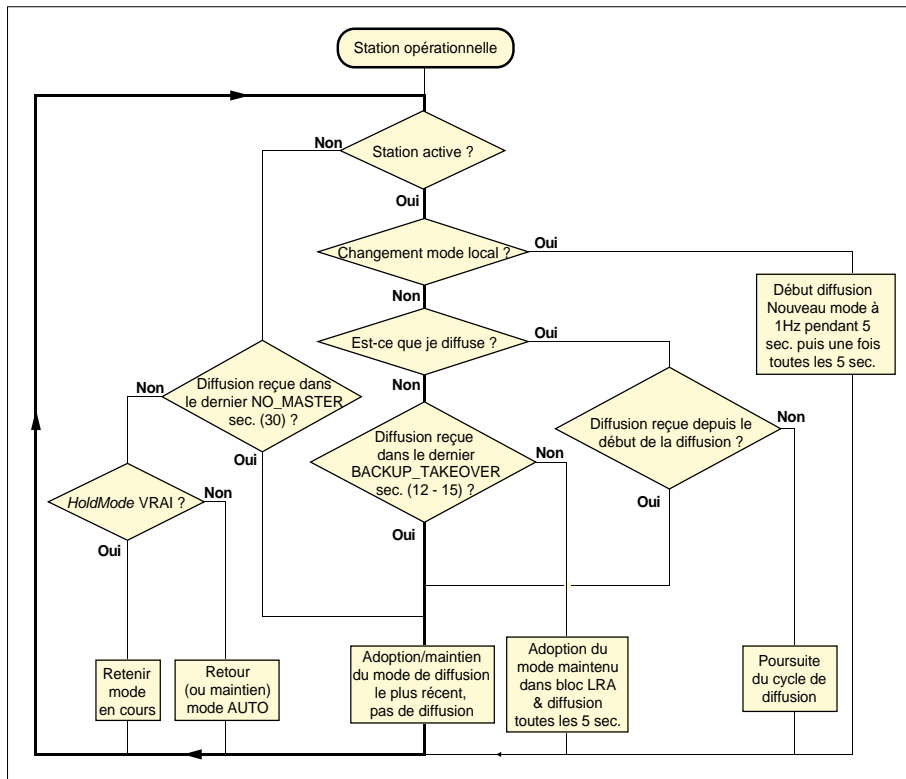
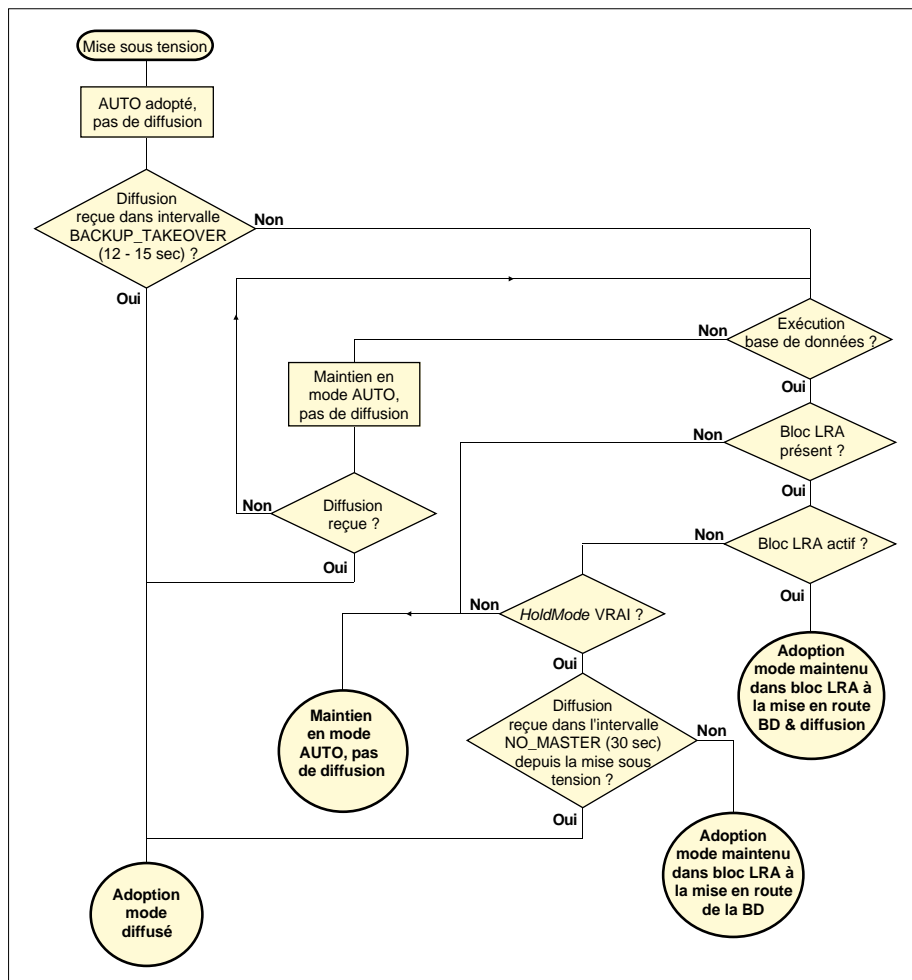

Figure 12-2 Fonctionnement de l'algorithme de redondance du LIN - Station opérationnelle
Figure 12-3 Fonctionnement de l'algorithme de redondance LIN - Mise sous tension de la station
- Si un message de mode *FORCE_B/HoldMode* VRAI est reçu depuis une station active. Dans ce cas, la perte de communication persiste tant que soit l'instrument n'est pas reconfiguré localement ou est mis HORS/SOUS tension pendant qu'une configuration réalisable est diffusée (voir figure 12-3).
Si les diffusions en mode *FORCE_B* se poursuivent, les communications sont à nouveau perdues au cours de chaque diffusion. Sinon, le réseau rectifiera de lui-même en repassant en AUTO. C'est pour cette raison qu'il est en général conseillé de sélectionner *HoldMode* FAUX pour la station de diffusion. (Voir figure 12-2).
NOTA. Les descriptions dans les paragraphes ci-après, ainsi que les figures 12-2 et 12-3 expliquent les termes utilisés dans ATTENTION ci-dessus, et pourquoi ces pertes de communication se produisent.
Les effets sur le mode de fonctionnement des paramètres *HoldMode* et *Active* à la mise sous tension de la station, et ultérieurement, sont représentés schématiquement dans les figures 12-2 et 12-3.
Lorsqu'il n'y a pas de blocs LRA ayant des champs *Active* VRAI, il est possible de contrôler le fonctionnement d'une ou de stations individuelle(s). Il faut alors inclure un bloc LRA - son champ *Active* étant FAUX - dans la base de données de la station. Après avoir sélectionné VRAI pour *HoldMode*, l'écriture dans le champ *Mode* de la station permet de sélectionner laquelle des voies LIN doit être en réception. (Ces actions sont représentées schématiquement dans la figure 12-2 et expliquées plus en détail ci-après).
La diffusion permet à l'opérateur d'une station de contrôler le mode de fonctionnement de l'ensemble du réseau LIN, sans qu'un grand nombre de blocs image soit nécessaire. Lorsqu'un opérateur change le mode du LIN de n'importe quelle station active, la station diffuse son nouveau mode et l'état *HoldMode* à la fréquence accélérée d'une fois par seconde pendant les cinq premières secondes, pour revenir à la fréquence de répétition normale d'une diffusion toutes les cinq secondes ; ce qui a pour effet de permettre à la station de "dicter" son nouveau mode de fonctionnement à toutes les autres stations sur le réseau LIN, qu'elles soient actives ou non. La figure 12-2 montre schématiquement comment l'algorithme procède dans ce cas.
Bien qu'il puisse y avoir plusieurs stations actives sur le réseau LIN, l'algorithme ne permet qu'à une seule d'entre elles de diffuser à la fois - normalement la station où le mode a été modifié en dernier. Si cette station se met hors ligne, une autre station peut prendre la relève après un dépassement du temps imparti (BACKUP_TAKEOVER - RESERVE_RELEVE). Afin de réduire les chances que deux stations n'essaient de prendre la relève en même temps, la valeur de dépassement du temps imparti est différente pour chaque adresse de station LIN dans la plage de 12 à 15 secondes environ. La station dont la valeur de BACKUP_TAKEOVER est la plus courte est la première à "remarquer" que la diffusion s'est arrêtée, et est donc la première à diffuser le mode contenu dans son bloc LRA. Les autres stations qui sont plus lentes à répondre sont alors forcées d'adopter ce mode, et ne peuvent faire leur propres diffusions. Voir figure 12-2.
Ces actions sont schématisées à la figure 12-3. Lorsqu'un noeud est mis sous tension, il s'initialise en mode AUTO sans diffusion. S'il reçoit alors une diffusion dans l'intervalle de son dépassement de temps imparti BACKUP_TAKEOVER, il adopte simplement le mode diffusé et l'état *HoldMode*, et continue dans ce mode jusqu'à ce que la situation change (voir figure 12-2). Ce qui se produit lorsque la station qui vient d'être mise sous tension ne reçoit pas rapidement une diffusion dépend de plusieurs facteurs, voir figure 12-3. Après la mise sous tension, la station adopte l'un des quatre états de fonctionnement illustrés dans la figure (entourés d'un *cercle* dans la figure).